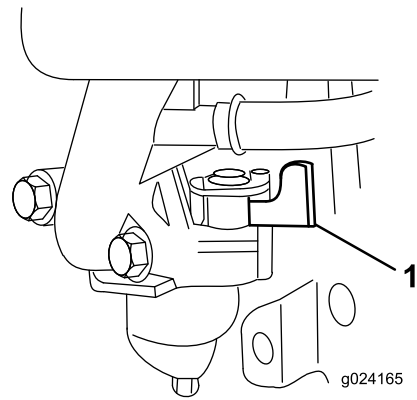

Figure 12
2. Ouvrez le robinet d'arrivée de carburant en tournant le levier vers la droite (Figure 12).
Remarque: Fermez le robinet d'arrivée de carburant en tournant le levier (Figure 12) vers la **gauche** si vous ne prévoyez pas de démarrer le moteur tout de suite après.